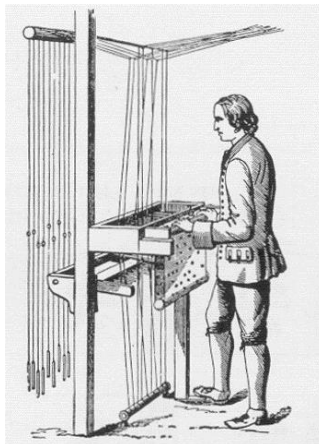

Figura 1.17 Máquina de Hilar de Basile Bouchon.
1.- Investigar el principio de funcionamiento de la máquina de hilar de Basile Bouchon, ingeniero francés que construyó el telar mostrado en la figura 1.17 en 1725 y con el cual se podía tejer diseños de seda.